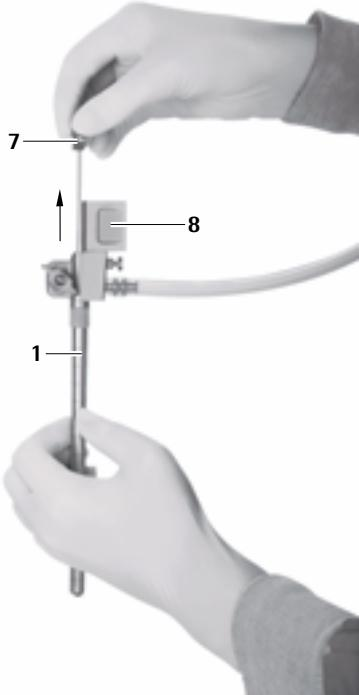

Fig. 9
- Retirer avec précaution l'obturateur pour canal de travail ovale 7 hors du trocart MINOP inVent 1, voir Fig. 9.